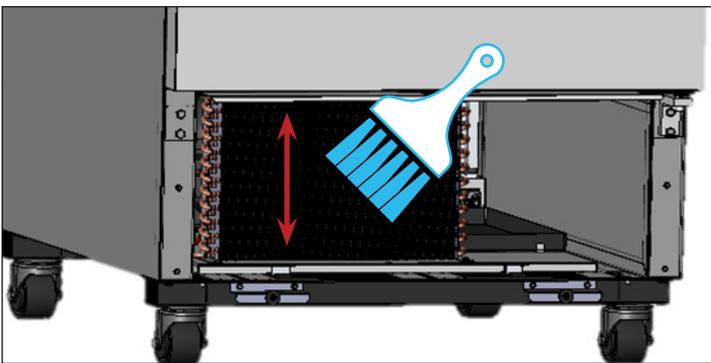

Рис. 3. Запрещено проводить щеткой поперек ребер змеевика.
3. При помощи щетки с жесткой щетиной осторожно удалите скопившуюся грязь с передних ребер змеевика конденсатора. См. рис. 3.